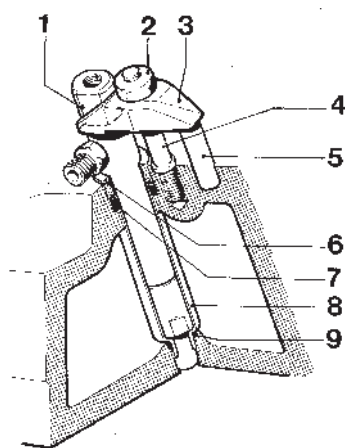
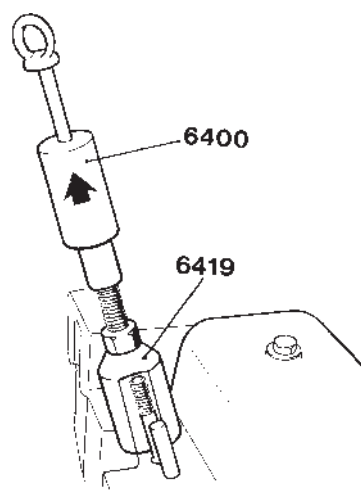
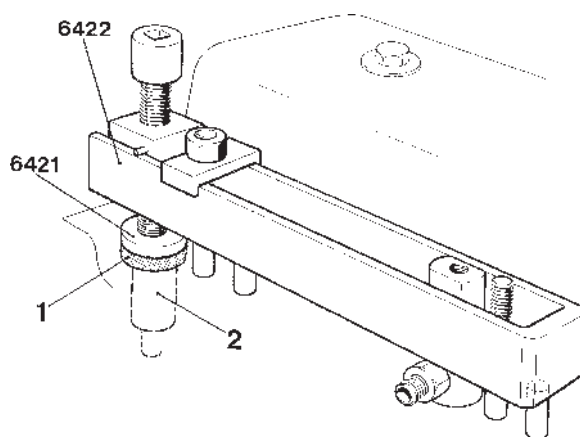

Fig. 113 Injecteur monté en place, TD60B, TAMD60B
Fig. 114 Démontage de la bague d'acier
Fig. 115 Montage de la douille en cuivre et de la bague d'acier
- Déposer la bague d'acier (6, figure 113) au-dessus de la douille en cuivre à l'aide de l'extracteur 6419 (fig. 114). Cet outil devra être complété avec le marteau 6400.
- Enlever la bague supérieure d'étanchéité (7, figure 113). Nettoyer les guides supérieurs et inférieurs dans la culasse.
- Huiler une nouvelle bague d'étanchéité supérieure (7) ainsi qu'un guide supérieur dans la culasse. Éviter la pénétration de l'huile dans les canaux de liquide de refroidissement. Monter la bague d'étanchéité dans la culasse.
- Monter un nouveau joint torique autour du guide inférieur de la nouvelle douille en cuivre (9). Enduire de tectyl ou d'un produit similaire l'extérieur de la douille en cuivre et l'enfoncer dans la culasse.
- Monter en place un nouveau bague d'acier (6). Guider le mandrin 6421 à travers cette bague et la douille en cuivre.
- Monter l'outil de presse 6422 comme le montre la figure 115. Le support coulissant de l'outil sera vissé sur le goujon pour la douille en question tout en maintenant le cadre de l'outil contre la tige-poussoir de l'injecteur le plus près. (L'outil peut aussi être vissé sur deux goujons.) Vérifier que l'outil est bien horizontal par rapport à la culasse.